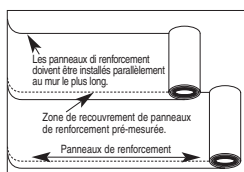

Figure 12
- La sous-couche du plancher flottant comporte déjà un ruban à double face qui permet de raccorder les sections de sous-couche qui se chevauchent (Figure 12). Si la sous-couche ne requiert pas un adhésif, apposer le ruban fourni sur Panneaux de renforcement toutes les jointures.